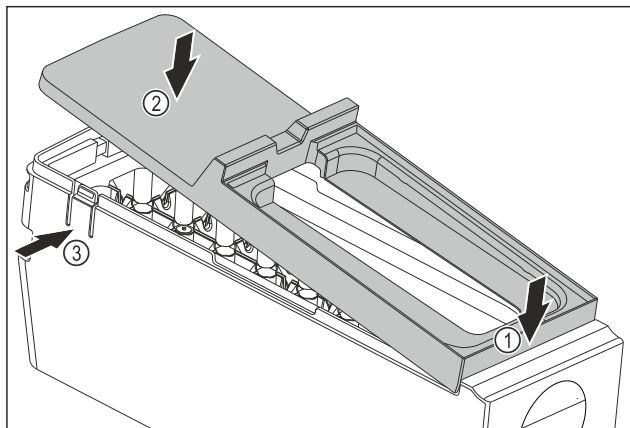

Fig. 108
- ▶ Смонтируйте крышку корпуса EasyTwist-Ice: Установите крышку спереди. Fig. 108 (1)
- ▶ Опустите крышку сзади. Fig. 108 (2)
- ▶ Крышка со щелчком фиксируется в накладках Fig. 108 (3).